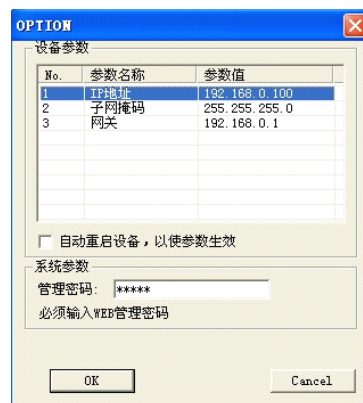

图 2
- ③ 在列表中选择要进行修改的设备（出厂默认 IP 为 192.168.0.100），点击“设置”；或双击要修改的设备。弹出 OPTION 对话框，如图 2 所示：